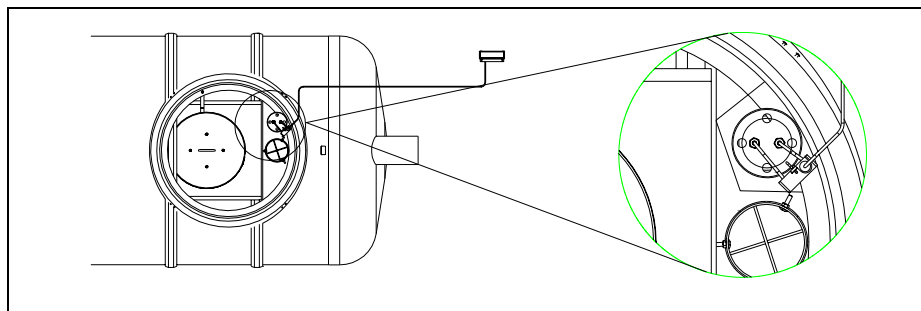

Рис.3. Подвесной фланец датчика
7. Закрепите резиновые прокладки по нижнему краю технического колодца/колодцев EuroHUK. Установите технические колодцы EuroHUK вертикально на горловину и защелкните фиксаторы. См. рис. 3.
13. Укрепите подвесной фланец датчика на край технического колодца (см. рис. 3). Уровень монтажа подвесного фланца датчика находится на горловине EuroHUK, рядом с трубой для откачки нефтепродуктов.